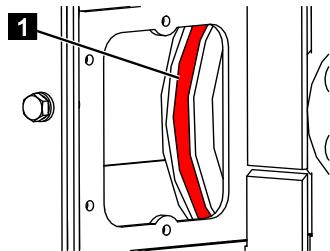

Fig. 256
5. Pendant que le bras télescopique sort, contrôler les chaînes (Fig.256/1) du côté gauche quant à d'éventuels endommagements et pulvériser de la graisse en spray sur les chaînes.